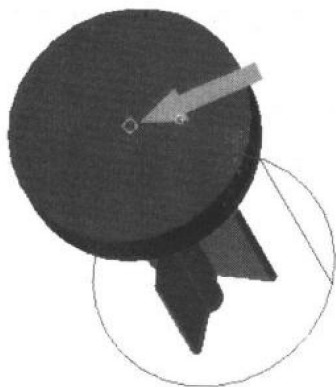
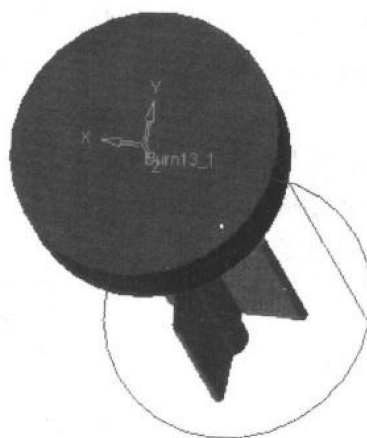

图 1-7
图 1-8
(4) 从电极向导工具栏中选择 **Burn UCS** (放电坐标系) 的图标 。
(5) 选择如图 1-7 所示的中心点并确定, 结果如图 1-8 所示。